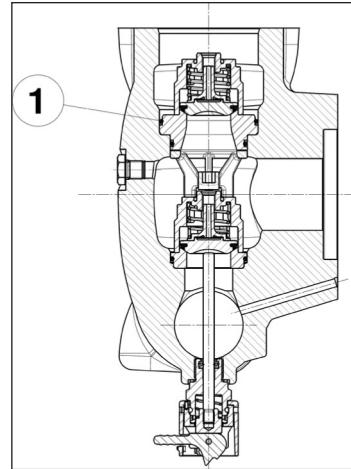

Рис. 111
Будьте особенно осторожны при установке уплотнительного кольца O-ring, указанного на поз. ①, Рис. 111.